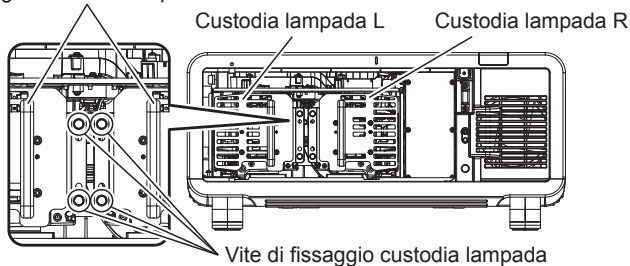

Fig. 1
3) Collegare la custodia della lampada. (Fig. 1)